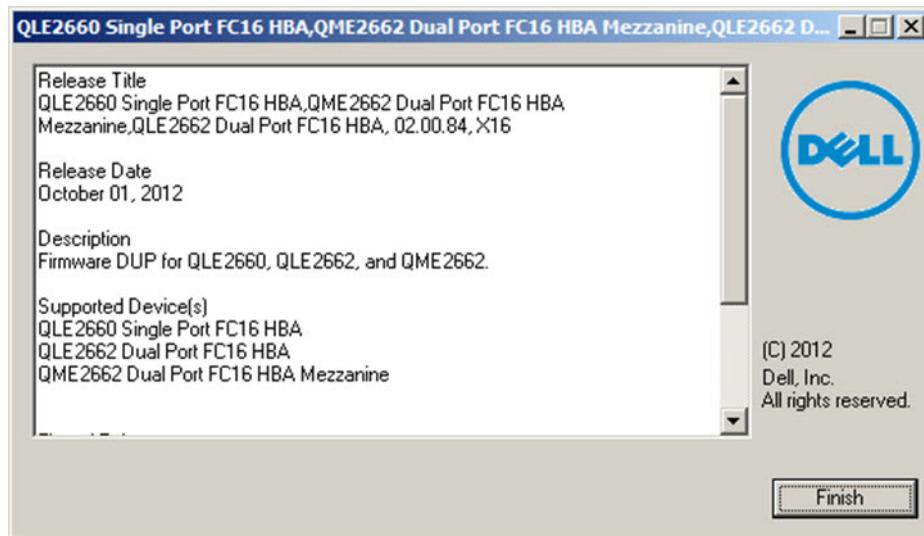

図 3-5. インストールの終了
5. インストールを完了するには、**Finish**（終了）（図 3-5）をクリックします。